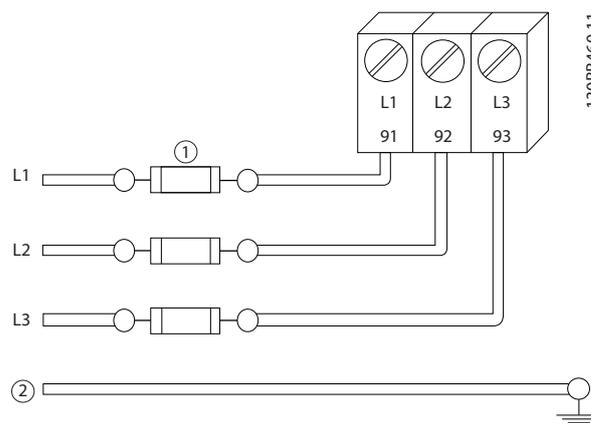

図 2.6 周波数変換器ヒューズ
- すべての周波数変換器は短絡および過電流保護を備えている必要があります。入力ヒューズが保護のために必要です。図 2.6 を参照してください。工場で装備されない場合、ヒューズはインストレーションの一部として設置作業員によって取り付けられます。設置 10.1 電力依存 仕様の最大ヒューズ定格を参照してください。